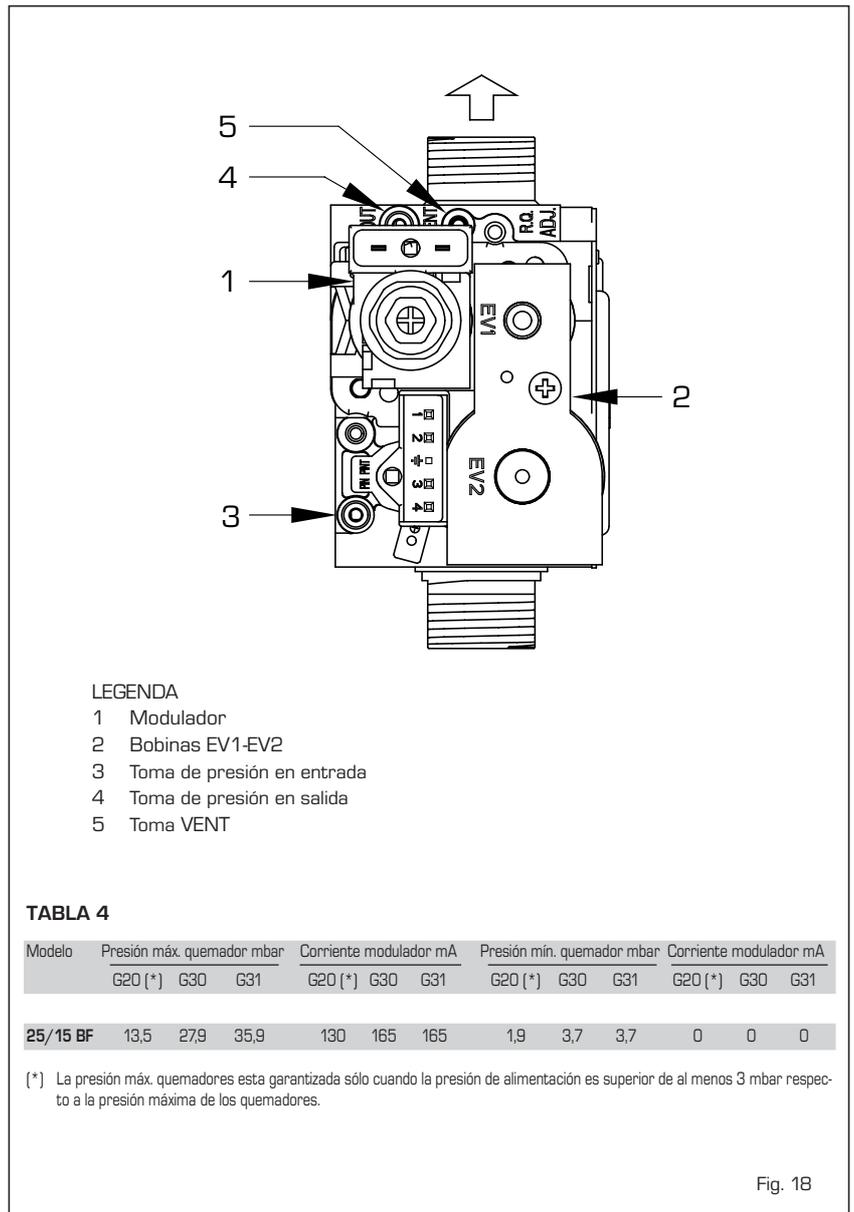

Fig. 18
### 4.1 VALVULA GAS (fig. 18)
La caldera está suministrada con válvula de gas SIT 845 SIGMA (fig. 18). La válvula gas es regulada para dos valores de presión: máximo y mínimo, que corresponden, según el tipo de gas, a los valores indicados en la **Tabla 4**. La regulación de las presiones del gas para los valores máximo y mínimo se lleva a cabo por SIME durante la producción, y por eso aconsejamos no variarlo. Sólo en caso de transformación de un gas de alimentación (metano) para otro (butano o propano) se permitirá la variación de la presión de trabajo.
- **Desconecte el tubo de la toma VENT de la válvula (5 fig. 18).**
- Quitar la capucha (1) del modulador.
- Regular la presión máxima accionando sobre la tuerca (3) con una llave fija buscando el valor de la presión máxima indicada en la **Tabla 4**.